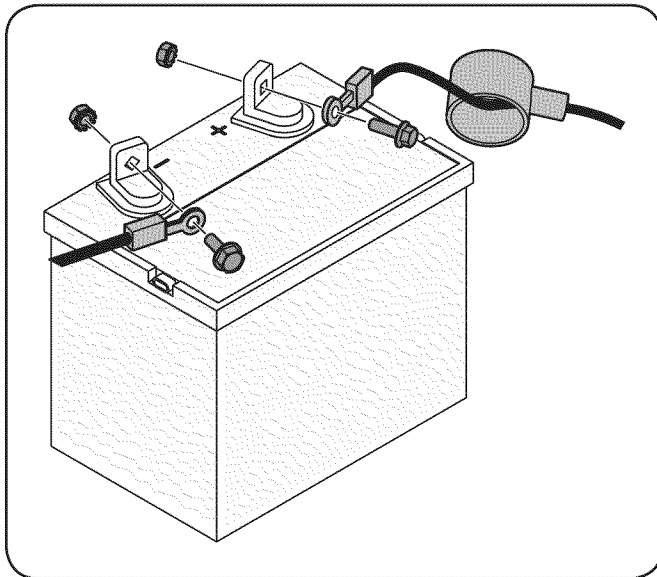

Figure 3-3
1. Retire la cubierta de plástico, si está presente, desde la terminal de la batería positivo y adjuntar el cable rojo a la terminal de la batería positivo (+) con el tornillo y la tuerca hexagonal. Ver Fig. 3-3.
2. Retire la cubierta de plástico, si está presente, a partir de la negativa terminal de la batería y conectar el cable negro a la terminal de la batería negativo (-) con el tornillo y la tuerca hexagonal. Ver Fig. 3-3.